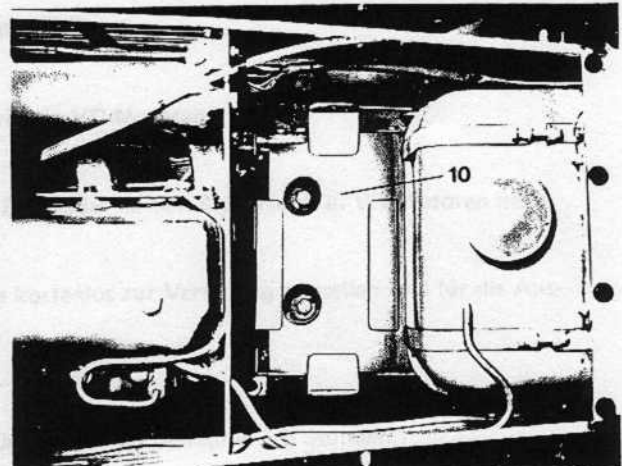

Abb. 4
- c. Neues Tragblech (10 Abb. 4) einbauen.